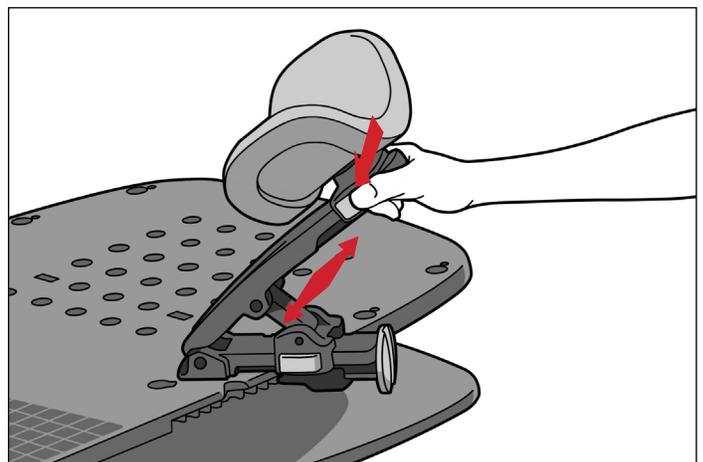

ABB. 14
4. Um die Länge des Arms einzustellen, drücken Sie die Taste auf dem Längenschieber, schieben Sie sie entlang des Arms und lassen Sie die Taste in der gewünschten Position los (Abb. 14).